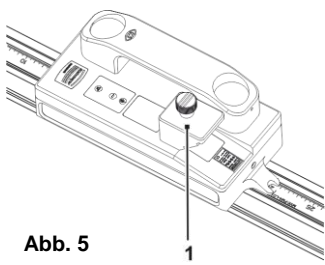

Abb. 5
- Den Spiegelaufsatz (1, Abb. 5) auf die zwei herausstehenden Stifte an der Oberseite des FM4-LO aufsetzen und am Rändelknopf festziehen.